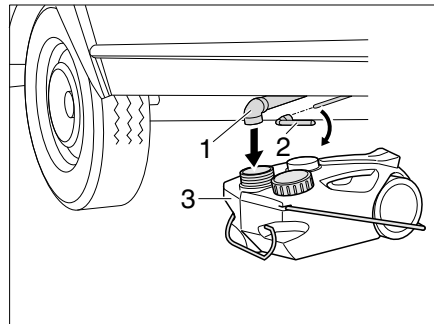

Bild 140 Abwassertank Unterflur
- Abwassertank, fahrbar (Bild 140,3) unter die Abwasserrohrung (Bild 140,1) stellen.
- Steckschlüssel (Bild 140,2) auf Vierkant stecken.